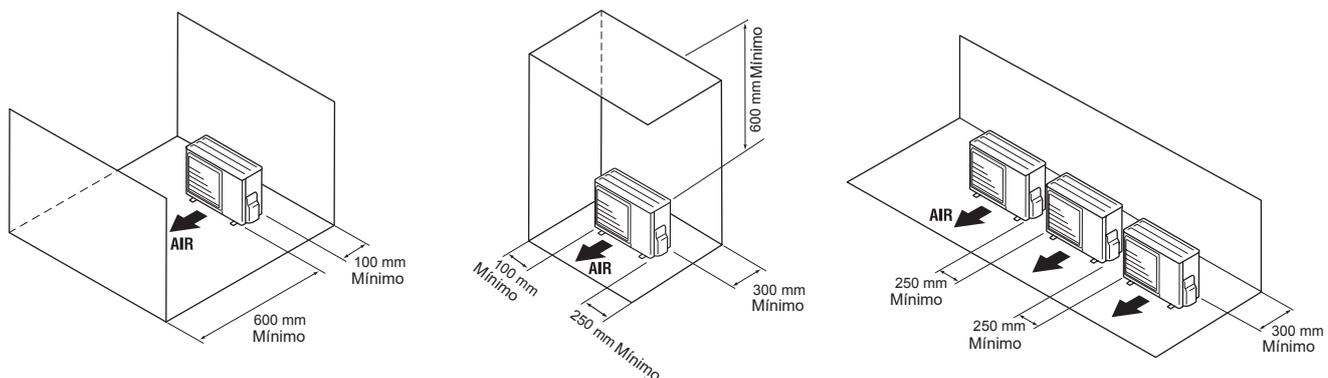

fig. 14 - Espaçamentos mínimos de instalação à volta da unidade exterior
- O equipamento deve estar perfeitamente acessível para os trabalhos de instalação e de manutenção posteriores (fig. 14).
- Nenhum obstáculo deve perturbar a circulação de ar através do evaporador e na saída do ventilador (fig. 14).